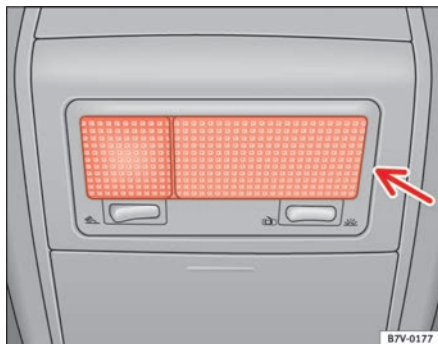

Abb. 170 Leseleuchte
- Drehen Sie die Lampenfassung auf der Rückseite der Lampe in Pfeilrichtung ⇒ Abb. 170 und nehmen Sie sie ab.